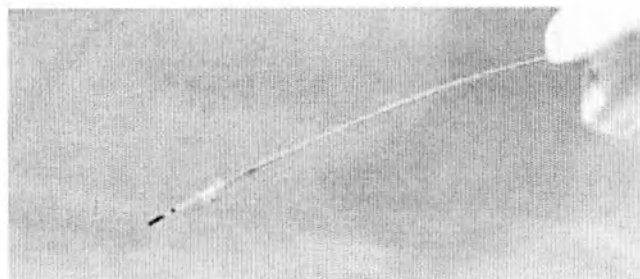

Рисунок 10
5. Дождитесь, пока из дистального конца катетера не вытечет 3-5 капель контрастного вещества (рисунок 10).